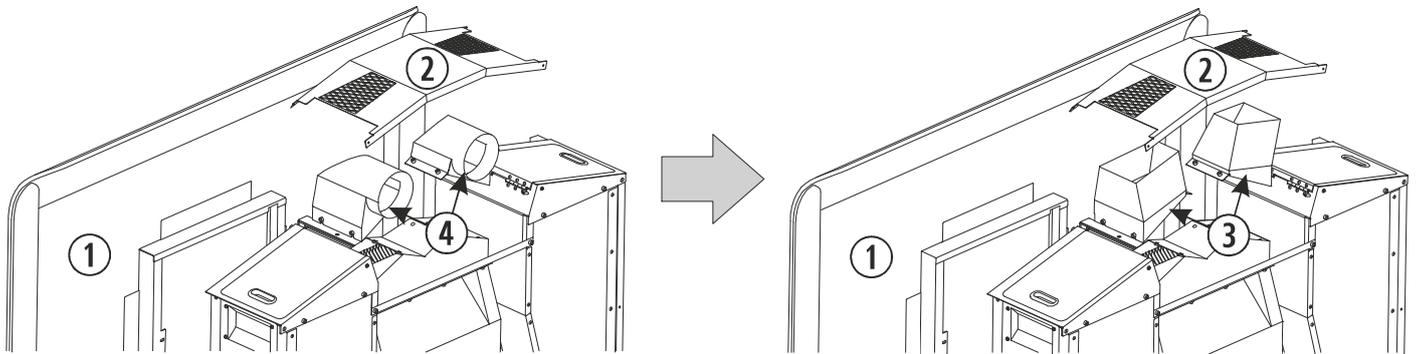

Figura 13
As estufas *Venezia* e *Ibiza* enviam-se com as bocas de ar canalizável de Ø116cm. Em caso de não querer canalizar por conduto o ar de convecção, opcionalmente poder-se-ão substituir as bocas de ar para canalização (④) por saídas directas verticais (③) (ver *figura 13*), para ter um melhor acesso às bocas de ar no momento de substituir.